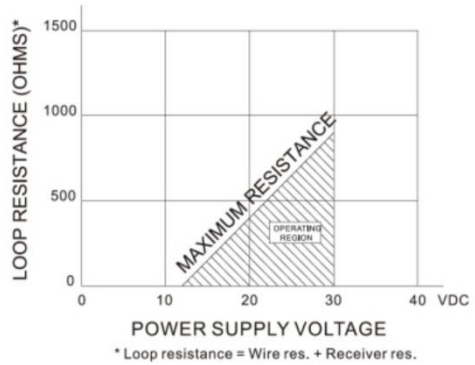

图 2
**供电电压** 13-30VDC (参见图 2, 可查出最大环路电阻值)